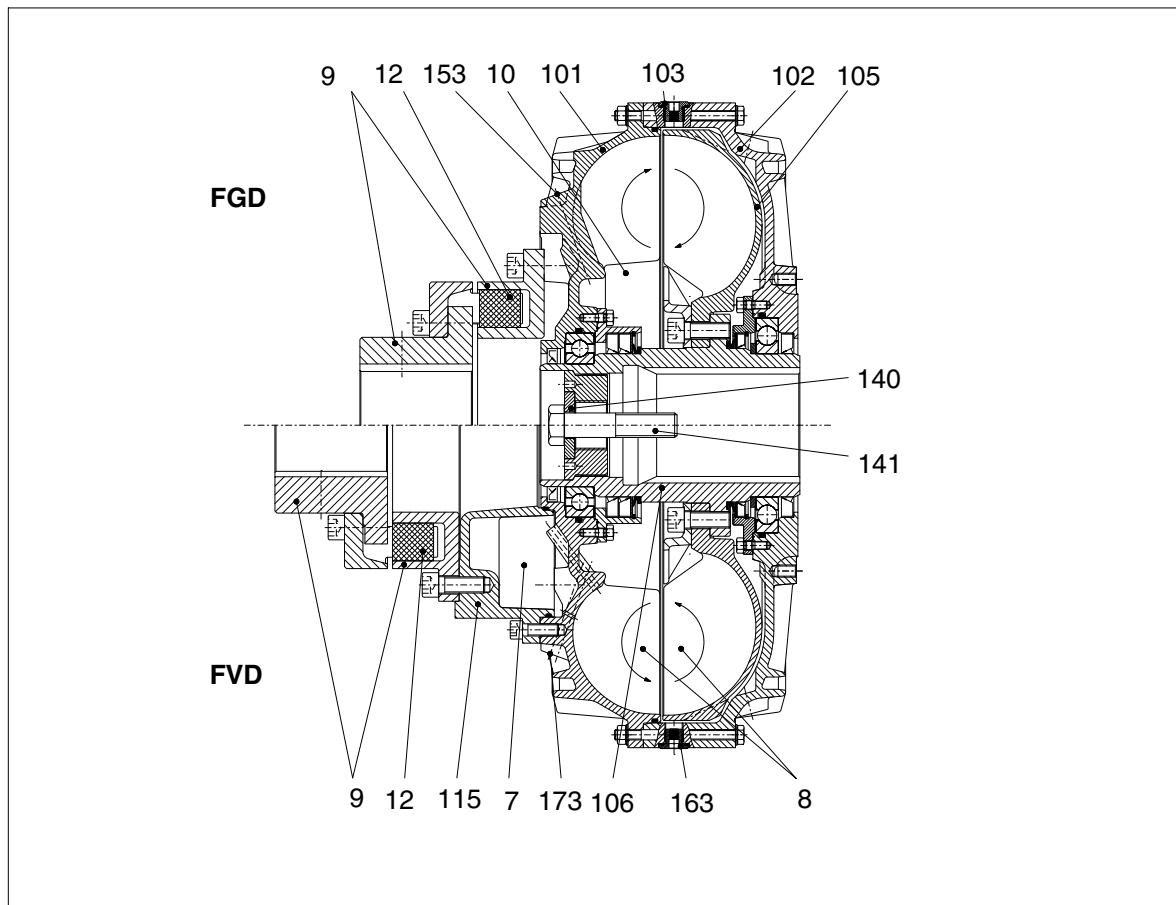

Рис. 3: Общее описание монтажных серий "FG.", "FV." и "FVV."
Перед очисткой частей муфты и нанесением долгосрочной консервации должны быть удалены пакеты (12) на рис. 3. Уплотнительные кольца вала не должны попадать в контакт с растворителями.